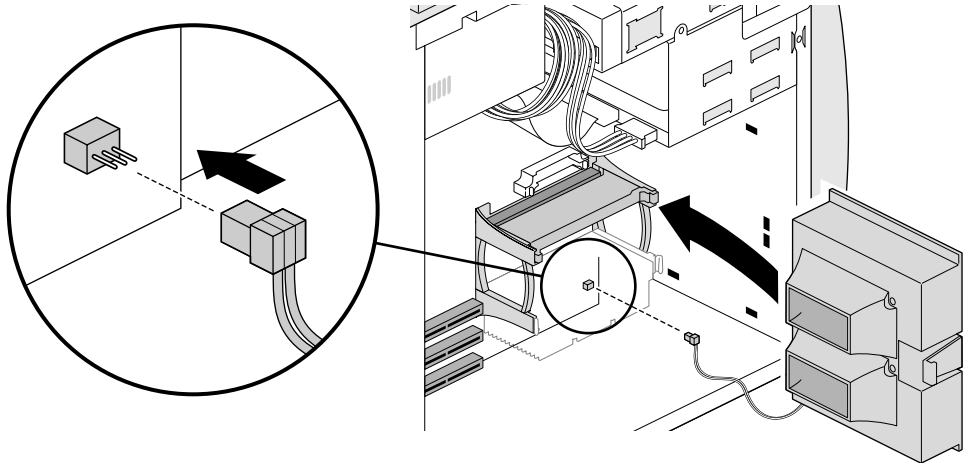

Figure 7-9 Installation du ventilateur
2. Installez le nouveau ventilateur, comme indiqué à la Figure 7-9.